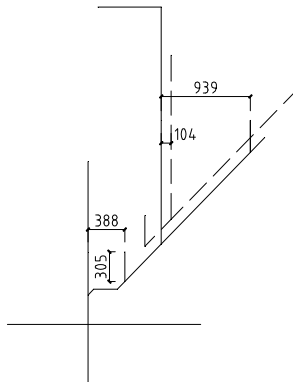

图 14-22 继续绘制给水管线
**03** 绘制给水管线。在命令行中输入 HZGX 命令按回车键，绘制给水管线的结果如图 14-22 所示。